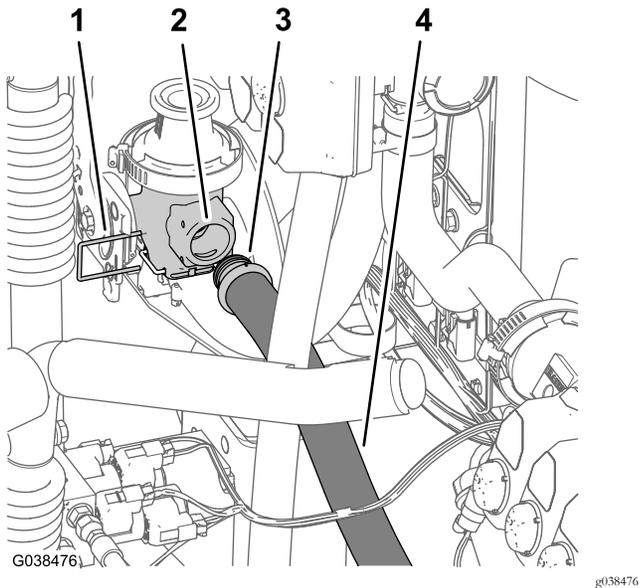

図 73
1. 下側給液ホース2.5 x 66cmのバーブ付きストレートフィッティングを、エダクタ停止バルブの入り口ポートに組み付ける 図 73。